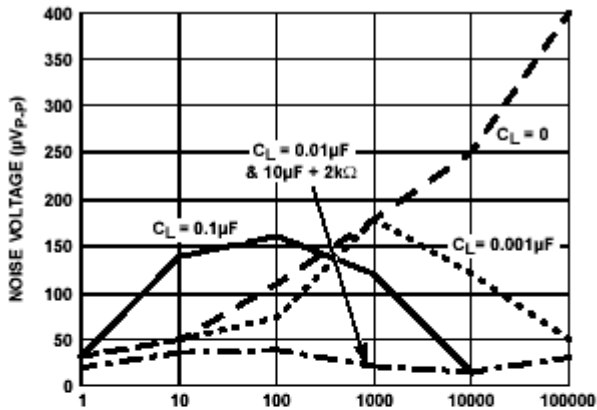
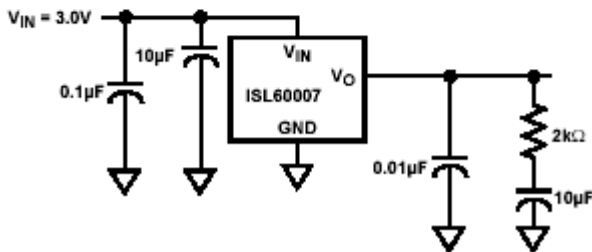

FIGURE 28. NOISE REDUCTION
FIGURE 29.
0.1Hz 到 10Hz 带宽下，输出噪声电压的典型值是  $30 \mu\text{V}_{\text{p-p}}$ 。如典型性能曲线图中所示。噪声量由带通滤波器确定，这一带通滤波器由一个转折频率为 0.1Hz 的单极点高通滤波器和一个转折频率为 12.6Hz 的双极点低通滤波器构成，带宽 9.9Hz。输出上没有电容时，10kHz 到 1MHz 带宽下的噪声近似为  $400 \mu\text{V}_{\text{p-p}}$ ，如图 28 所示。这些噪声量由一个 2 十进制带通滤波器确定，该滤波器由一个转折频率为 1/10 中心频率的单极点高通滤波器和一个转折频率为 10 倍中心频率的单极点低通滤波器构成。图 28 也展示了在 10kHz 到 1MHz 带宽下的噪声可通过在输出上使用一个  $0.001 \mu\text{F}$  的电容减少大约  $50 \mu\text{V}_{\text{p-p}}$ 。在输出上使用一个  $0.1 \mu\text{F}$  的电容可以进一步降低在 1kHz 到 100kHz 带宽下的噪声，但是在 1Hz 到 100Hz 带宽上的噪声会增加，因为电容负载为  $0.1 \mu\text{F}$  的非常低功耗的放大器具有不稳定性。对高于  $0.001 \mu\text{F}$  的负载电容，噪声缩减电路如图 29 所示。这一电路网络有效地减少了整个带宽上的噪声。如图 28 所示，使用这个电路网络，将一个  $0.01 \mu\text{F}$  的电容和一个 2k 的电阻与一个  $10 \mu\text{F}$  的电容串联的电路并联，噪声在从 1Hz 到 1MHz 时减少至  $40 \mu\text{V}_{\text{p-p}}$  以下。